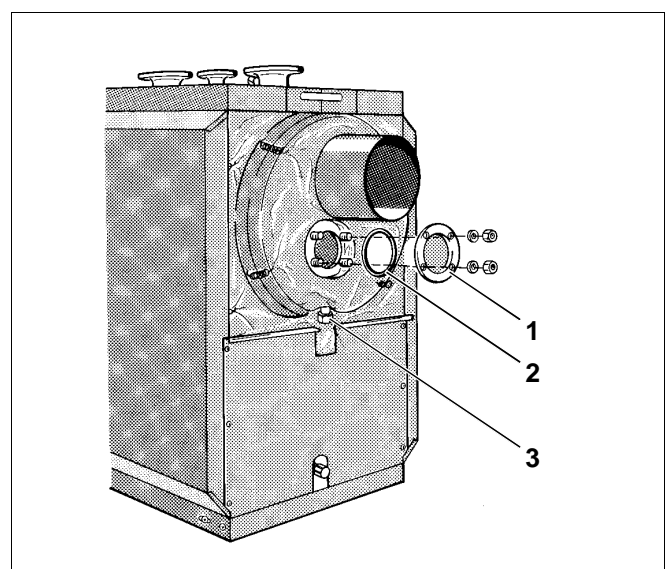

Abb. 28 Reinigung des Heizkessels
- Geschlitzten Wärmeschutz nach oben klappen (Abb. 28).
- Muttern von Reinigungsdeckel (Abb. 28, **Pos. 1**) abschrauben.
- **Deckel der Reinigungsöffnung abnehmen und Rußrückstände entnehmen (Abb. 28).**
- Dichtungen an Kesseltür und Reinigungsöffnung (Abb. 28, **Pos. 2**) prüfen, evtl. erneuern.
Flüssige Reinigungsrückstände können durch den Reinigungsablauf (Abb. 28, **Pos. 3**) am Abgas-sammler abgeführt werden.